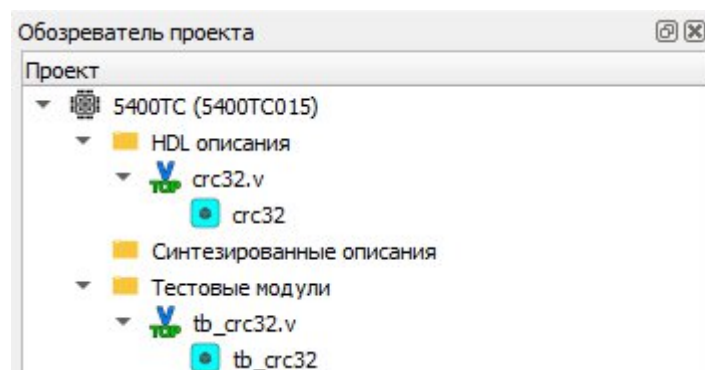

Рисунок 28 – Определение модуля верхнего уровня в окне обозревателя проекта
- 2) установить добавленный тестовый модуль с входными воздействиями модулем верхнего уровня (рисунок 28);